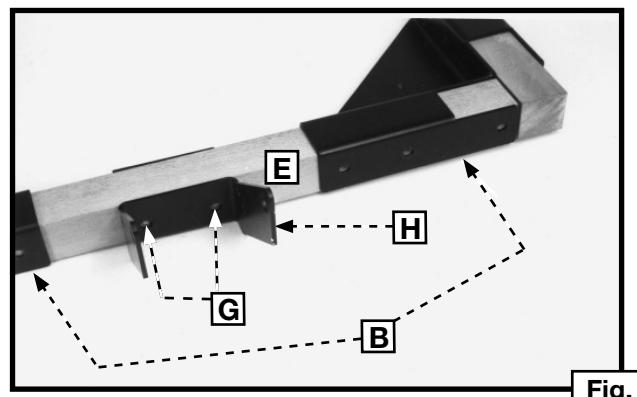

Fig. 8
8. Une fois les planches d'extrémité et latérales en position (B) fig. 8, positionner le support pivotant (H) à l'extrême de la base, à mi-chemin entre les supports (B) où seront assemblés la pédale et l'ensemble de roulettes.
REMARQUE: positionner le support pivotant (H) fig. 8, directement à l'opposé des deux roues (fig. 12). Marquer l'emplacement des deux endroits (G) fig. 8, où seront percés les trous débouchants de 11,1 mm (7/16 po) de diamètre pour l'assemblage du support pivotant (H).